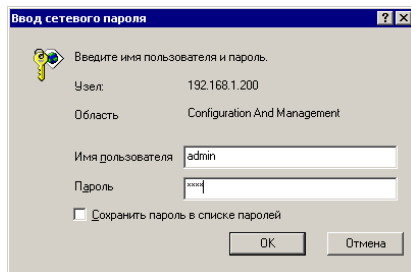

Рисунок 13 – Окно ввода пароля
7.5.1 Вход на эту страницу защищен паролем (рисунок 13), который требуется ввести в следующем окне: